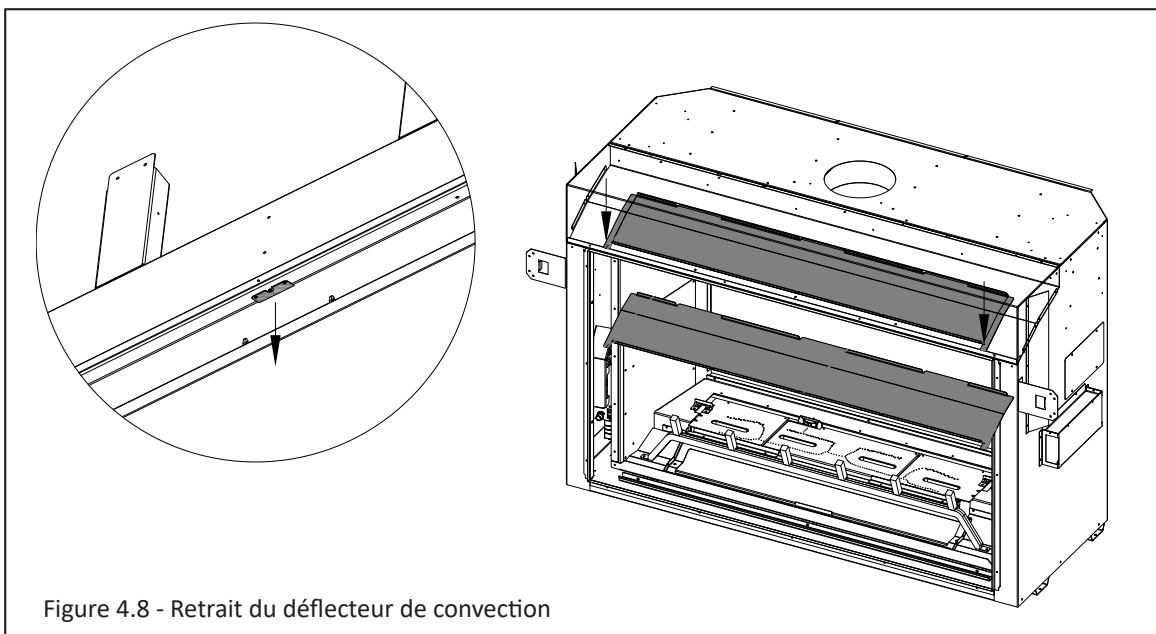

Figure 4.8 - Retrait du déflecteur de convection
3. Repérez le déflecteur de convection montré à la Figure 4.8. Il y a (2) vis qui retiennent le déflecteur de convection. Retirez du foyer les vis et le déflecteur de convection. Jetez (ou recyclez) le déflecteur de convection et les vis. Voir aussi la Figure 4.9.